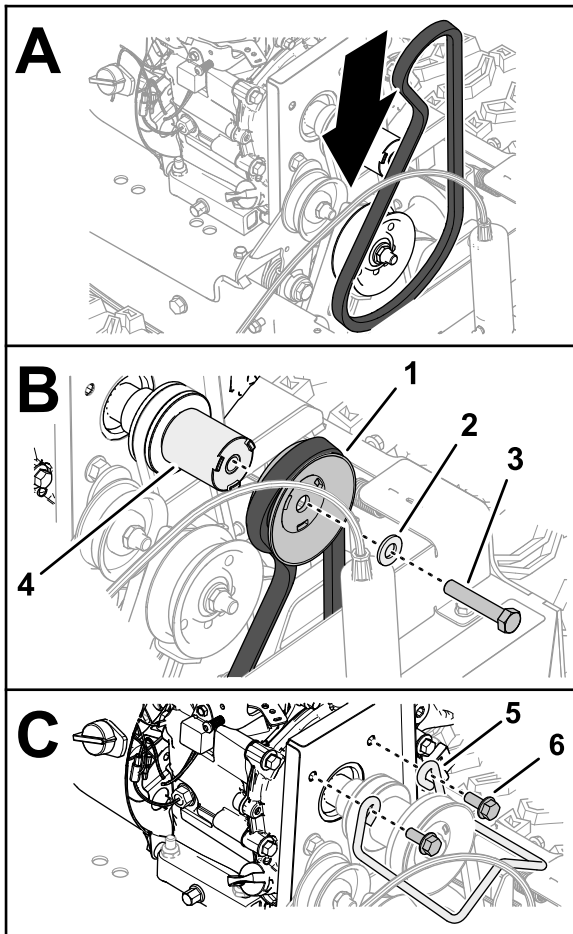

Figura 45
2. Monte la correa de 96 cm en la ranura de la polea del eje de transmisión (Figura 45).
3. Monte la correa en la ranura de la polea motriz del cepillo (Figura 45).
4. Monte la polea motriz del cepillo en el espaciador de la polea (Figura 45).
5. Sujete la polea y el espaciador al eje de transmisión (Figura 45) con el tornillo ($\frac{3}{8}$ " x 2").
7. Monte la guía de la correa en el motor con los 2 tornillos con arandela prensada (Figura 45).